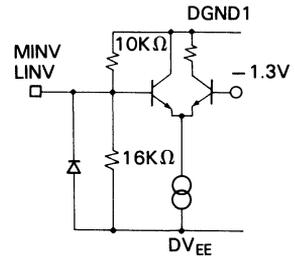

Fig. 3 MINV, LINV input
5. Logic Control Inputs (MINV, LINV) (See Fig. 3.)